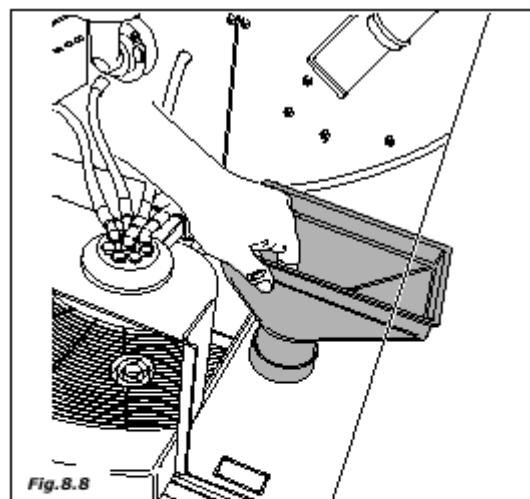

Fig. 8.8
- вставьте желоб для сбора кофейной гущи в верхнее отверстие трубы (рис.8.8).